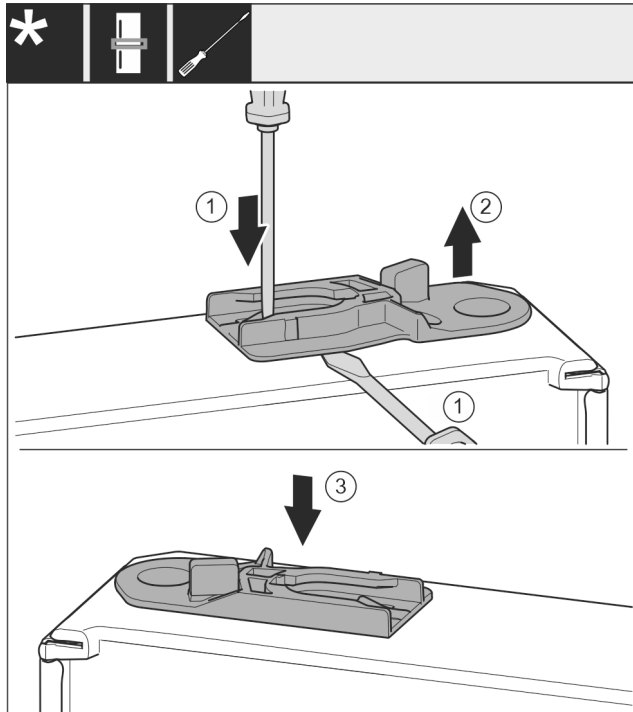

Fig. 39
- Führungsbuchse herausziehen: Lasche Fig. 39 (1) mit Schlitzschraubendreher drücken und gleichzeitig mit Schlitzschraubendreher unter Führungsbuchse Fig. 39 (2) fahren.
- Im Lieferumfang beiliegende Führungsbuchse Fig. 39 (3) auf anderer Gehäuseseite einschieben.